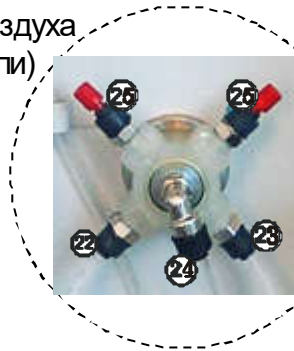

Рис. 2, вид сзади
Установить модуль подготовки воздуха (рис.2,4,8), для чего:
- второй пневмошланг от пневмопедали пропустить через второе отверстие в заднем отгибе корпуса (рис.8) и подсоединить к штуцеру (24, рис.2,8) пневмораспределителя **АСОЗ**.